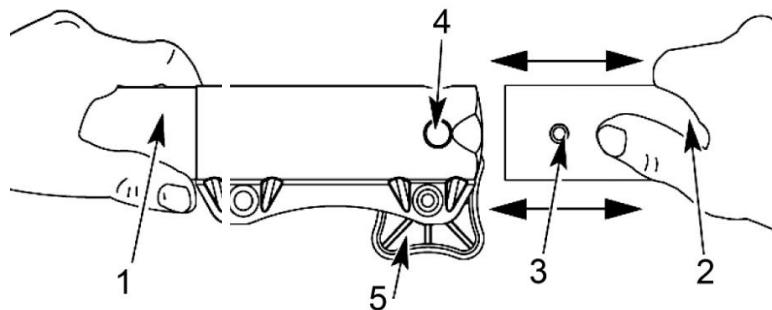

Рис. 2
- Ослабьте зажимную рукоятку (5)(См. Рис.2) соединительной муфты, открутив ее против часовой стрелки.
- При этом фиксирующая кнопка (3) должна зафиксироваться (зашелкнуться) в отверстии (4)(См. Рис.2) соединительной муфты. Если фиксирующая кнопка не зафиксировалась в отверстии соединительной муфты, то следует немного провернуть нижнюю штангу относительно верхней до момента фиксации.
- Затяните зажимную рукоятку (5)(См. Рис.2) соединительной муфты, закрутив ее по часовой стрелке.